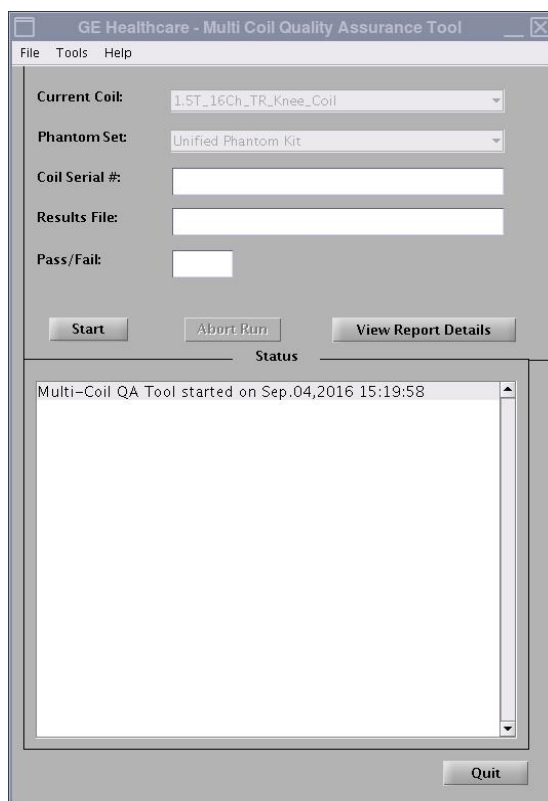

図 3
LPCA に接続したコイルのコイル ID に基づいて、現在のコイルフィールドが自動的に表示されます (図 3)。[Coil Serial #] (コイルシリアル番号) フィールドに試験するコイルのシリアル番号を入力します。
- 図 3 に示すように、[Start] (開始) をクリックして自動試験を開始します。試験位置の数 (コイルの複雑性) により異なりますが、試験には 3~5 分かかります。